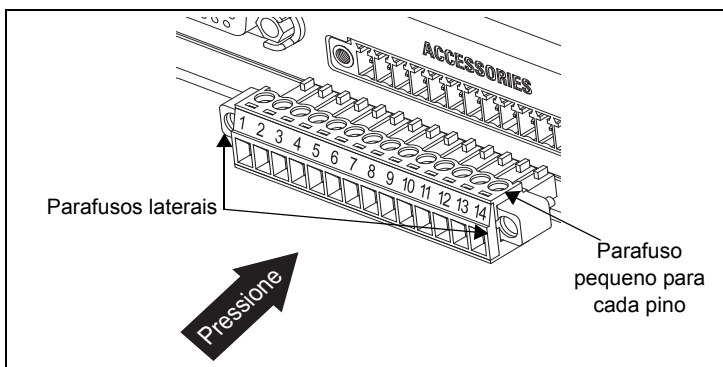

Figura 10: Instalação da Ficha de acessórios
3. Aperte o parafuso pequeno a cada pino, depois de inserir o fio, para garantir que está bem apertado. Consulte a Figura 10.